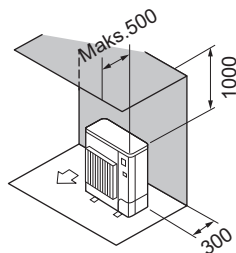

Fig. 2-8
(2) Hindringer kun bak og over (Fig. 2-8)